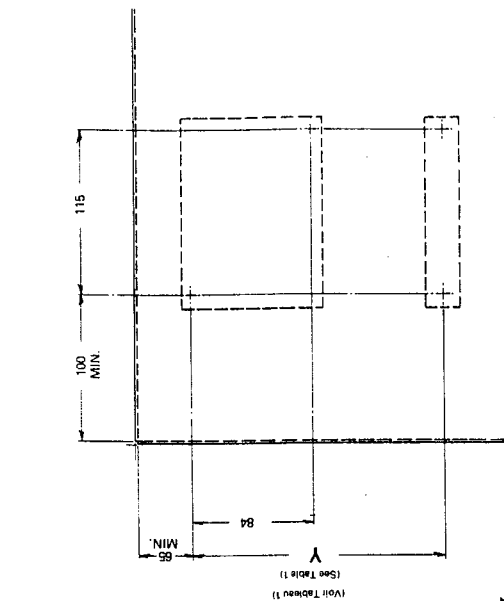

Figure 3
3. **Rotary Handle H6-NA Mounted on Door** (See Fig. 3).
3. Poignée de manoeuvre par rotation H6-NA, montée sur la porte (voir Fig. 3).